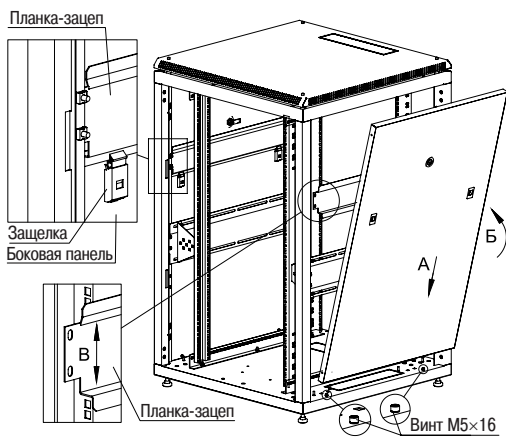

Рисунок 9 – Установка боковой панели в шкаф
3.2.2 Для установки панели в шкаф состыкуйте посадочные круглые отверстия на нижней части панели с винтами М6×15 на основании (действие А), защелкните панель, одновременно нажав на замки-защелки (действие Б), переведите язычок замка в положение «закрыто» (рисунок 9).